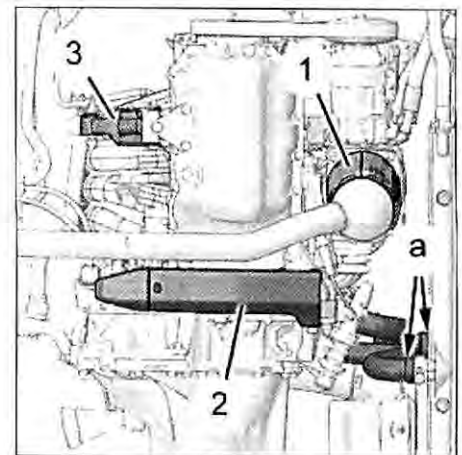
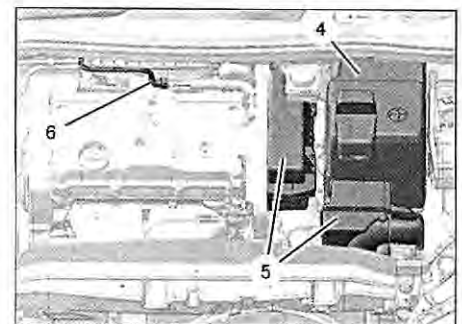

FIG. 31
FIG. 32
- las tuercas de transmisiones con el útil de inmovilización de cubo (ref. 6310-T)
- el tope de caja de velocidades (2) (fig. 31)
- el catalizador (1)
- la bieleta de reacción (3)
- Unir el útil ref. 4192-T a la válvula de purga (6) del circuito de alimentación combustible y recoger el combustible en un recipiente (durante el acoplamiento del útil protegerse con un trapo de las posibles salpicaduras de combustible) (Fig.32).